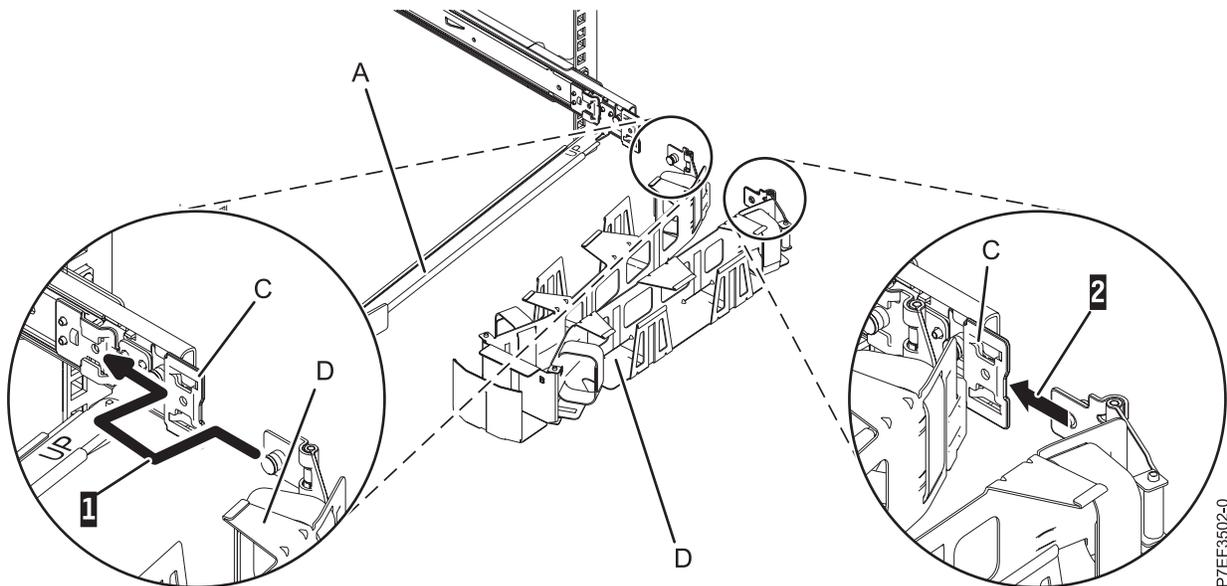

Abbildung 17. Kabelträger anschließen
- Platzieren Sie den Kabelträger (D) auf dem Stützarm (A). Schieben Sie die Lasche des Kabelträgers in die Aussparung an der Innenseite der rechten Schiene (1). Drücken Sie auf die Lasche, bis die gefederterte Verriegelung einrastet. Schieben Sie die Lasche des anderen Kabelträgers in die Aussparung der Halterung (C) an der Außenseite der rechten Schiene (2). Drücken Sie auf die Lasche, bis die gefederterte Verriegelung einrastet, wie in Abb. 17 dargestellt.